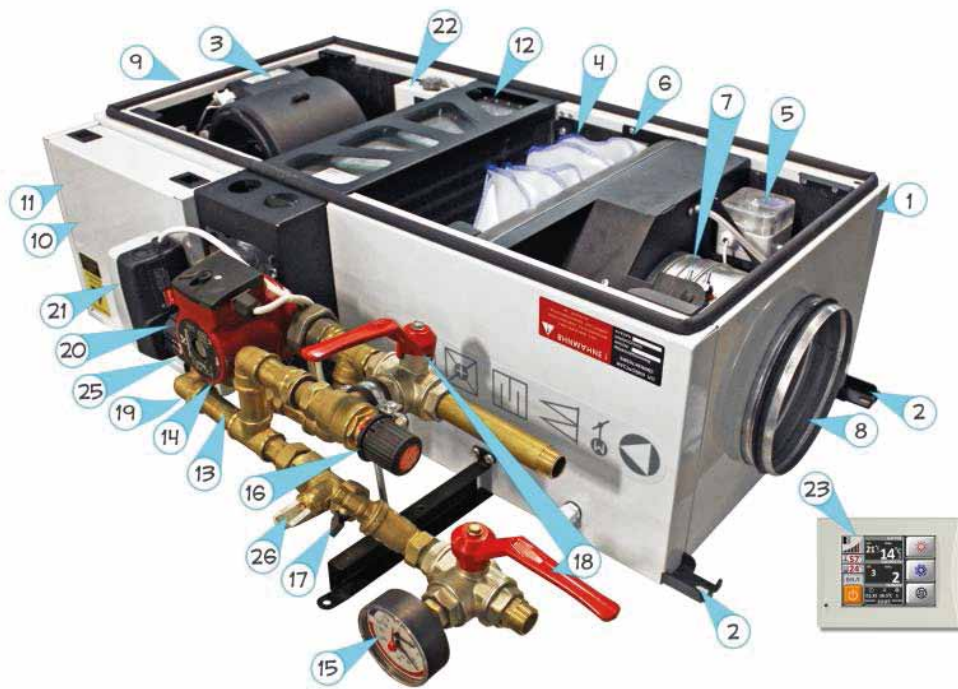
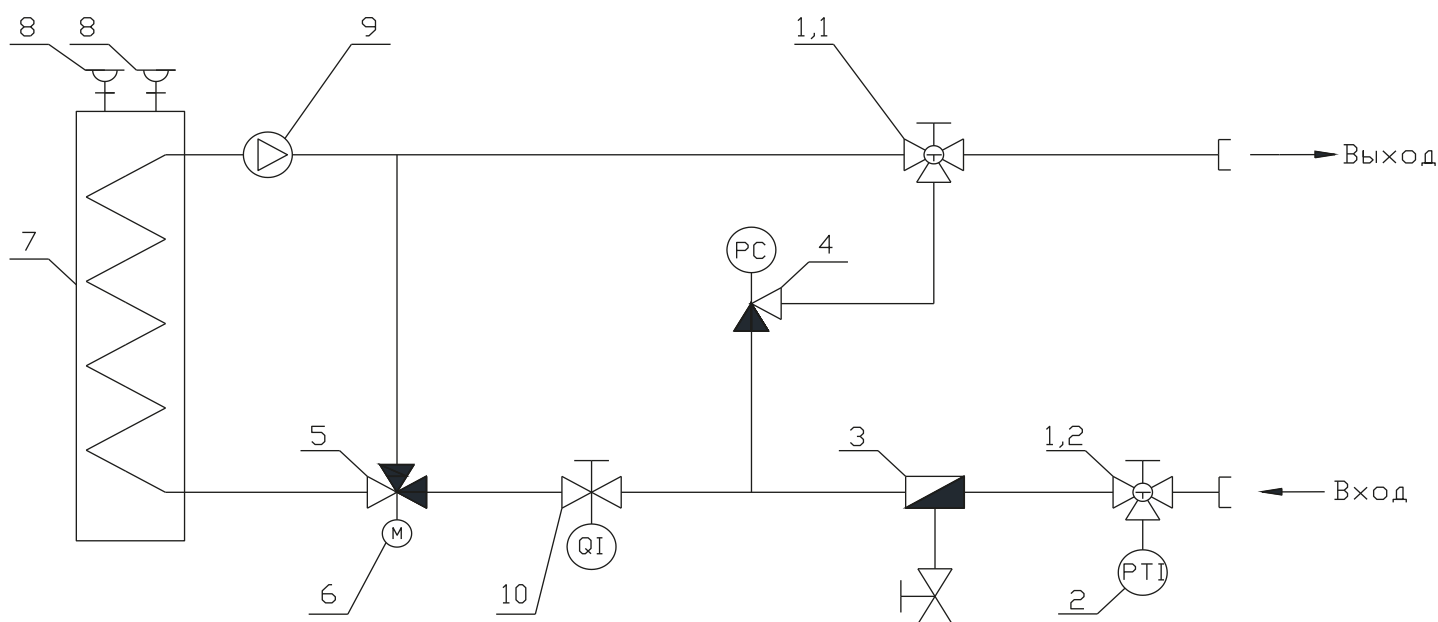

Рис. 1
Рис. 3
- подключить установку к системе отопления трубами (сгонами) G3/4” с применением уплотнительных средств в соответствии со схемой (Рис. 3). Стрелками указано место подключения канала входа и выхода теплоносителя.
В некоторых случаях в процессе эксплуатации может возникнуть необходимость промыть и очистить фильтр сетчатый со сливным краном (Поз. 17 Рис. 1, Поз. 3 Рис. 3).